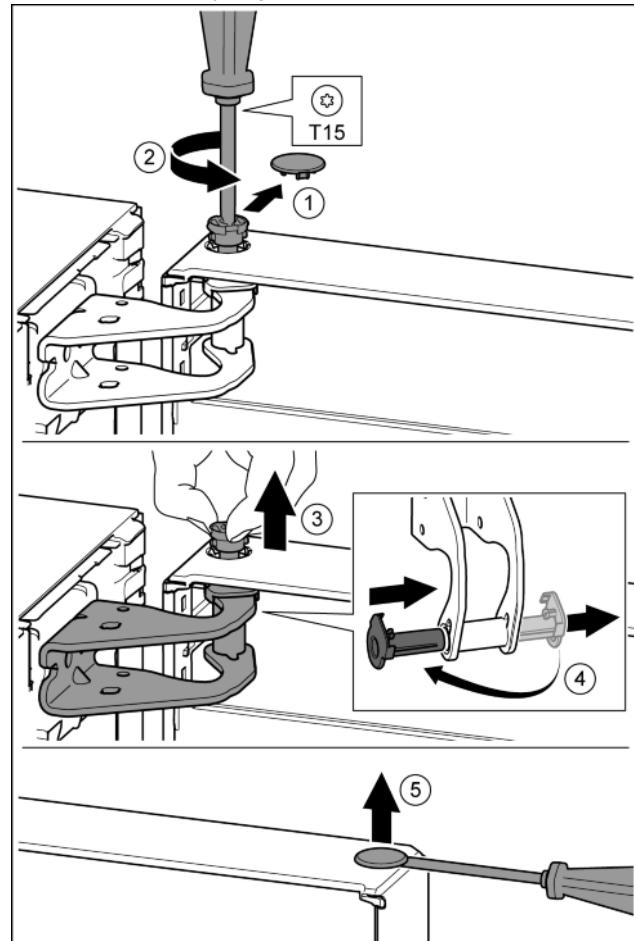

Fig. 9
- Осторожно снять предохранительную крышку. Fig. 9 (1)
- Немного выкрутить палец отверткой T15. Fig. 9 (2)
- Удерживать дверь и вытянуть палец рукой. Fig. 9 (3)
- Опорную втулку вывести из направляющей. Установить и зафиксировать с другой стороны. Fig. 9 (4)